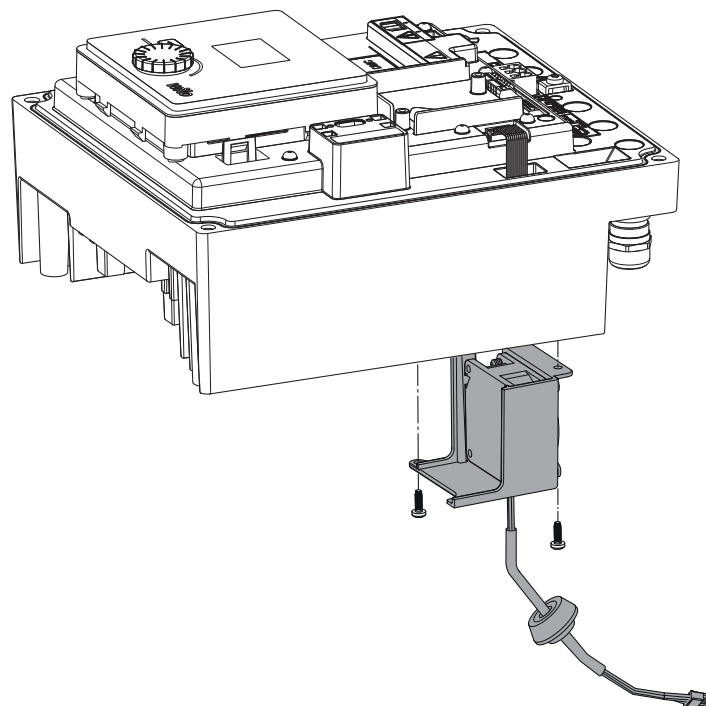

Fig. 48: Rimuovere il ventilatore del modulo, inclusi cavo e guarnizione in gomma
- Rimuovere il ventilatore del modulo e staccare il cavo con la guarnizione in gomma dalla parte inferiore del modulo (Fig. 48).